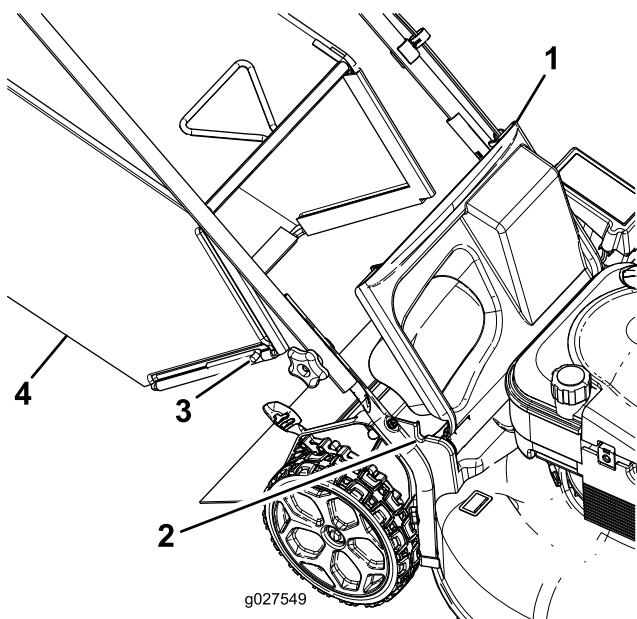

Bild 19
1. Heben Sie das hintere Abdeckblech an (Bild 19).
2. Setzen Sie die Stangenenden des Fangkorbs in die Kerben an den Holmhalterungen (Bild 19).